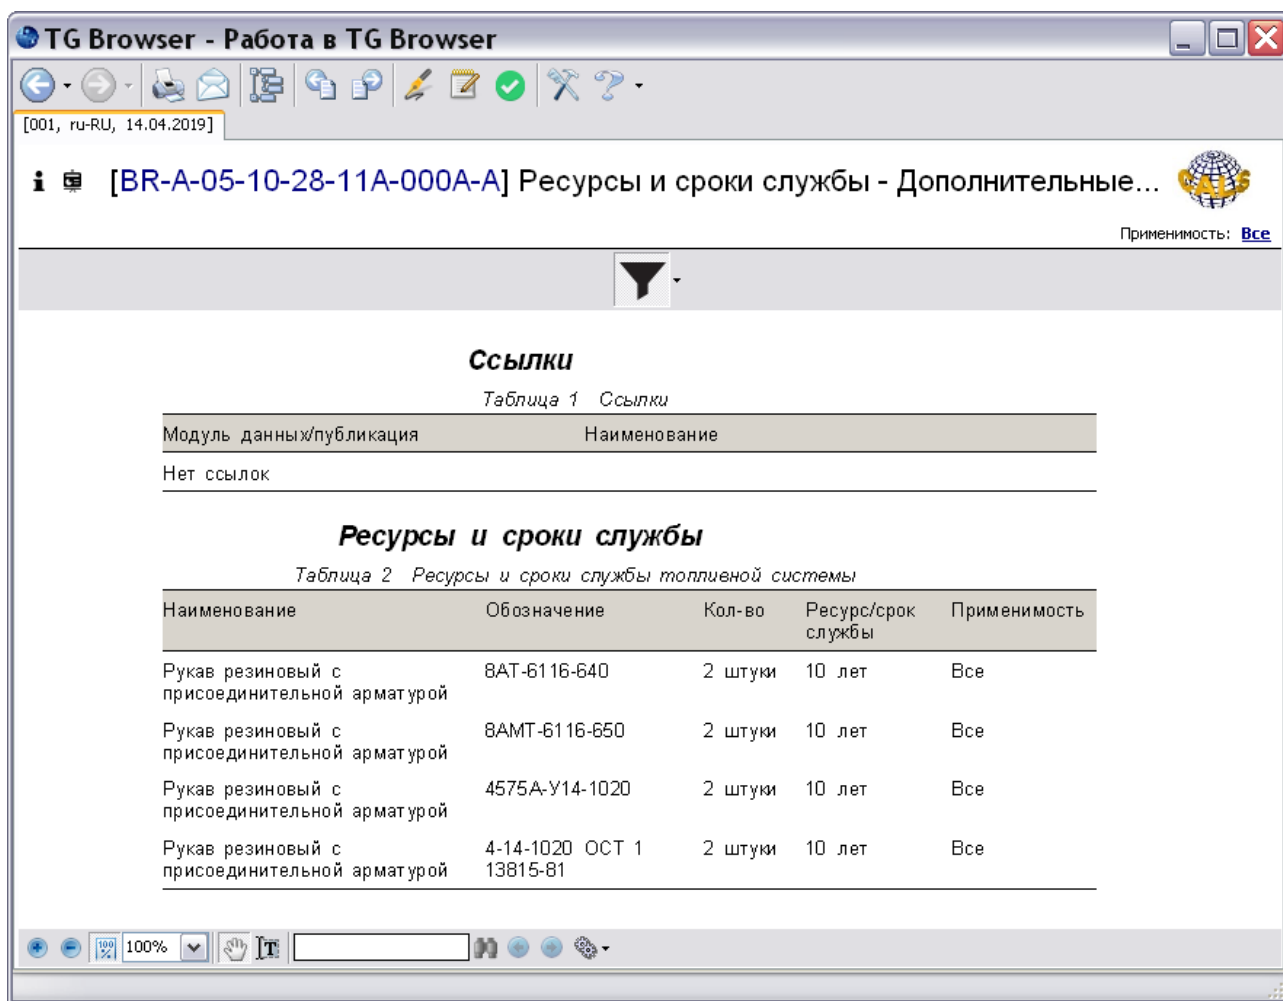

Рис. 123
2. На вкладке **Структура** выберите МД типа «Ресурсы и сроки службы». В окне просмотра МД появится его содержимое (Рис. 123).